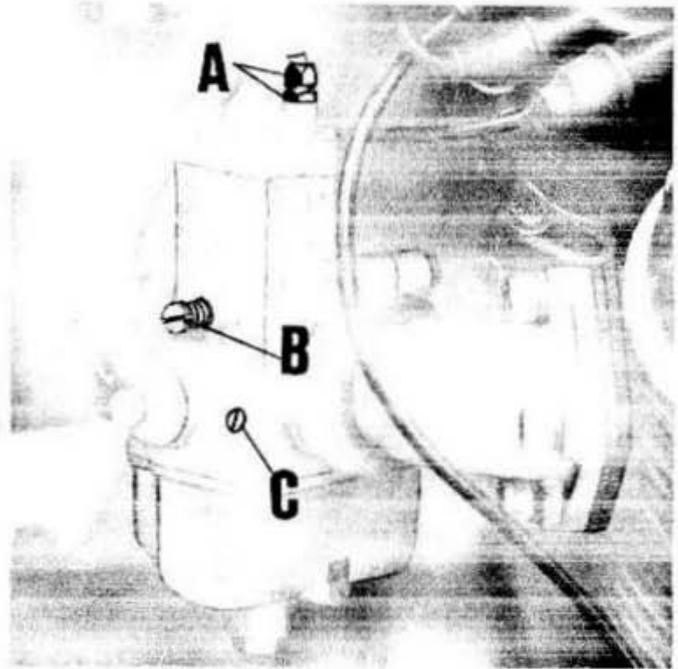

Fig. 78
- 2 - controllare la sincronizzazione delle valvole gas; questa operazione va eseguita con il contenitore filtro e manicotto di collegamento carburatori smontati; mentre si fa ruotare la manopola comando gas, con le dita a contatto delle valvole gas sui carburatori si dovrebbe individuare se le valvole aprono in uguale misura e nel medesimo istante: eventuali differenze di apertura vanno corrette agendo sulla vite tendifilo (vedere A di fig. 78) di un carburatore sino a che, ruotando la manopola gas, si constata la perfetta sincronizzazione di apertura delle valvole gas;
- 3 - regolare il minimo benzina agendo sulla vite C di fig. 78. Svitandola si aumenta l'afflusso
Con motore funzionante a circa 1000 ÷ 1100 giri, staccare la candela da un cilindro e agire sulla vite C di fig. 78 del carburatore del cilindro opposto svitandola o avvitandola in un campo limitato sin tanto che si giunge al punto di miglior rendimento e a un leggero aumento di giri.
- 4 - staccare il cavo candela dal cilindro da avviare il motore, ed accertarsi che spenga dopo quattro o cinque scoppi; spegnere prima, o dopo, agire sulla vite regolazione minimo valvola gas (vedere di fig. 78) fino a che il motore si spe
entro detto numero di giri. Ripetere l'operazione sul cilindro destro staccando il cavo candela dal cilindro sinistro ed avviare il motore; se il cilindro destro è nella normalità il motore deve spegnersi entro quattro o cinque scoppi, altrimenti passare alla regolazione agendo sulla vite (vedere B di fig. 78) come sopra sino a che il motore si spenga entro il medesimo numero di scoppi; riattaccare quindi il cavo alla candela del cilindro sinistro;